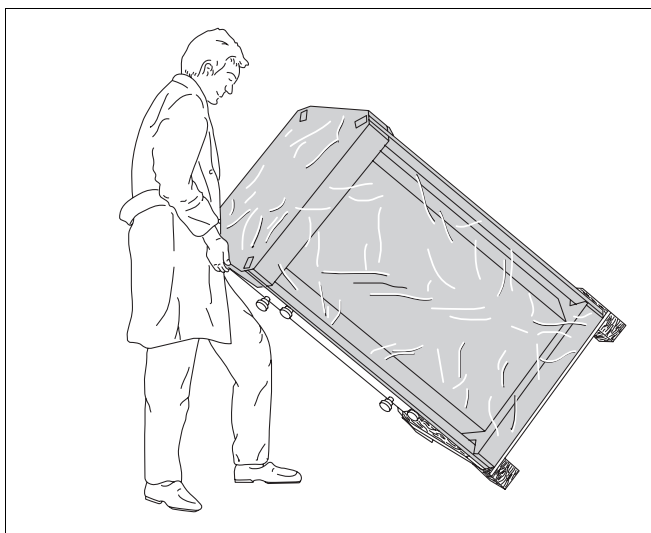

Fig. 4 Mise en place du préparateur d'eau chaude sanitaire
- Basculer le préparateur sur le bord de la palette et le positionner verticalement (fig. 4).